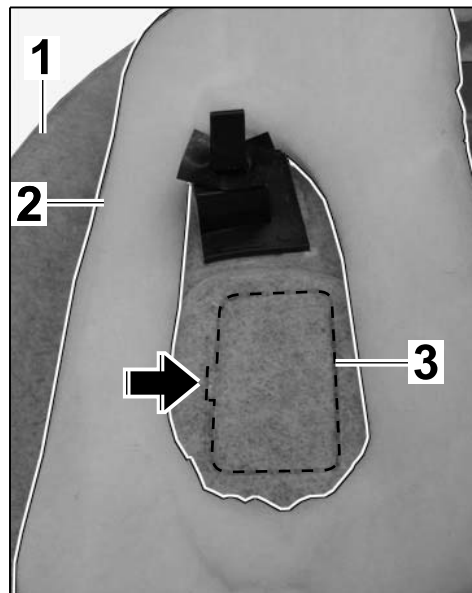

Рис. 5 (до м.г. 14)
- 1.6.1 Осторожно снять поролоновый мат (⇒ *Рис. 5 (до м.г. 14) -2-*) в области выштамповки (⇒ *Рис. 5 (до м.г. 14) -3-*) с внутренней стороны боковой обшивки багажного отсека (⇒ *Рис. 5 (до м.г. 14) -1-*).